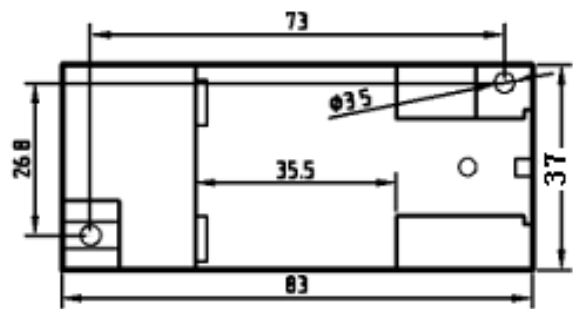

图 7 安装尺寸图
产品采用 DIN35 导轨式安装或螺钉固定安装, 其安装尺寸如图 7 所示。
- ① 把变送器固定卡槽一侧勾在安装导轨上;
- ② 向下牵动弹簧销;
- ③ 使变送器卡口套在安装导轨上;
- ④ 松开弹簧销, 变送器卡在安装导轨上。
- ① 按图 7 所示的螺孔位置在固定板上打直径为 4mm 孔;
- ② 使用小于 $\Phi 3.5$ 的螺钉插入孔中固定。